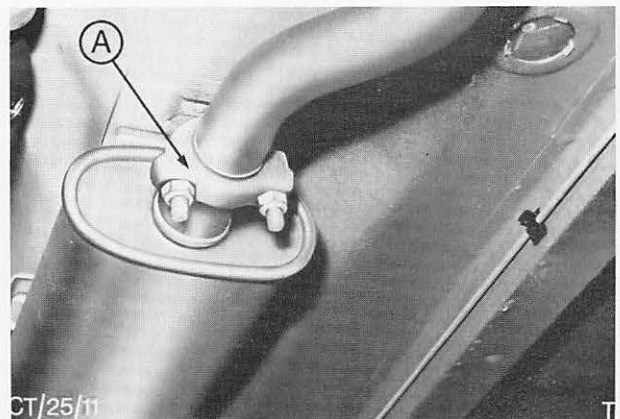

Abb. 16 A = Klemmschelle
3. Klemmschelle – Vorderrohr am Vorschalldämpfer abbauen, Abb. 16.